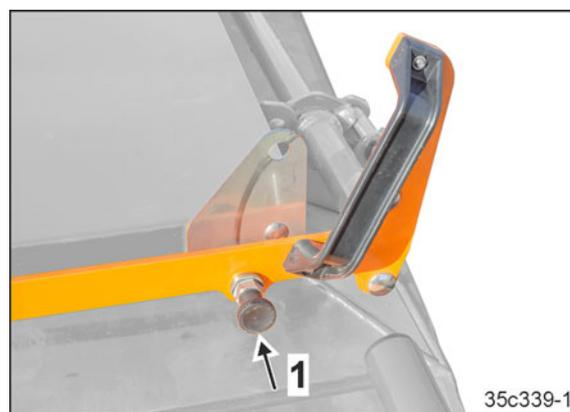

Рис. 230
4. Убедитесь, что подпружиненный палец зафиксировался (Рис. 230/1).